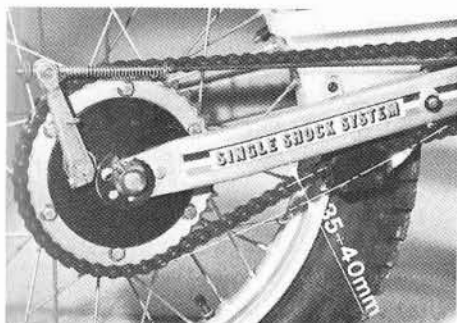

Fig. 24 - Tensione catena.
- la catena sia sempre tesa, il gioco che questa deve mantenere è di $35 \div 40$ mm. (Fig. 24);